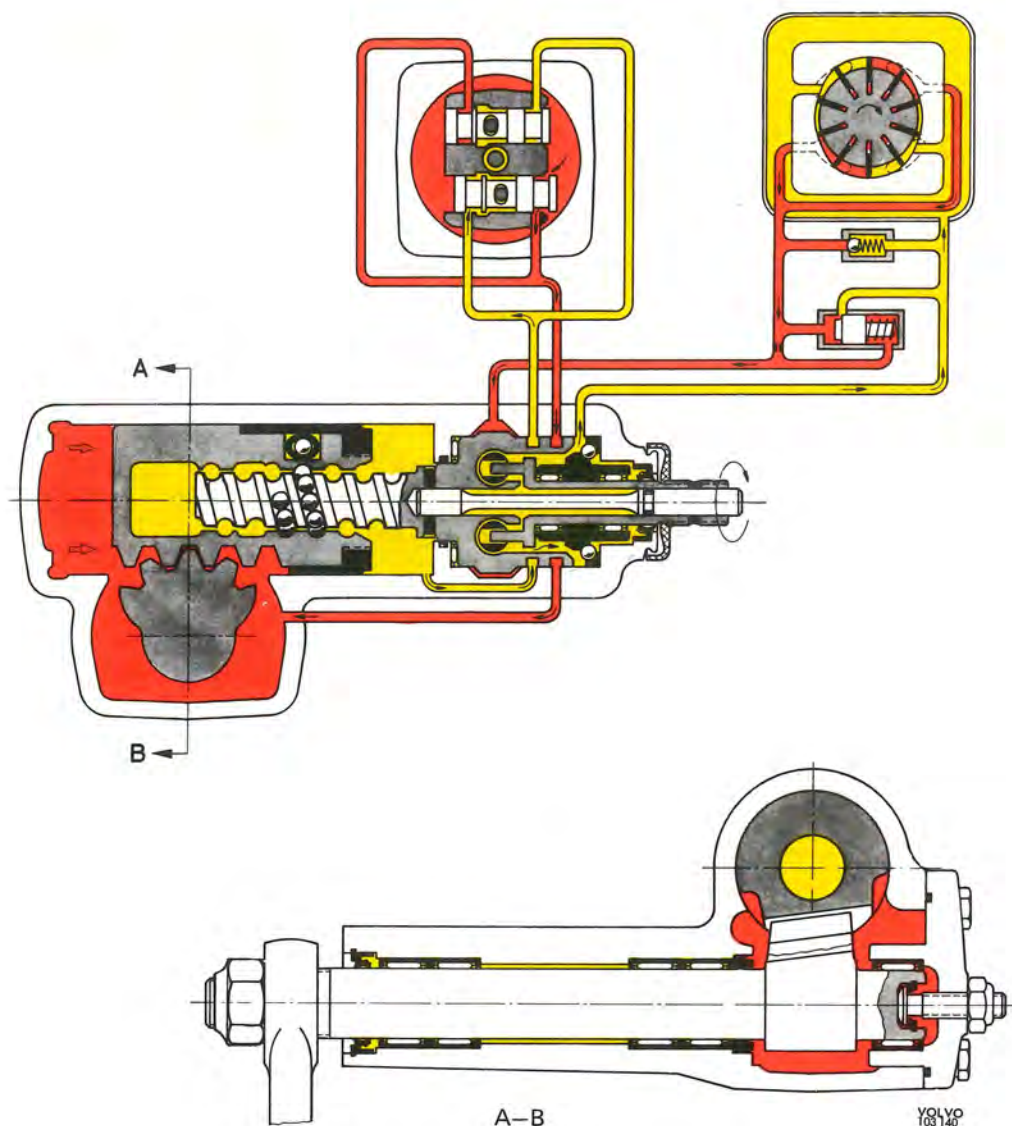

Bild 47. Funktionsprincip, högersväng
Styxaxeln (20) är lagrad i huset och sidolocket med nållager, jämför bild 47. Tätningen mellan ventilhuset och husets överdel samt vid mellanstycke — snäckskruv sker med O-ringar och plastringar.
Så snart framhjulen vridits i önskad vinkel och de på ratten verkande krafterna minskar återgår styrventilerna genom torsionsstavens inverkan till neutralläge. Vrids ratten åt höger (bild 47) skruvas kolven (2) åt höger på bilden. Styrventilen (10) förskjuts åt höger och låter tryckoljan passera till ventilhusets radialspar (18) och vidare till den vänstra delen av cylindern. Tryckoljan går även till returspåret (7) som dock är stängt varför oljetrycket på vänster sida om arbetskolven (2) stiger och underlättar vridningen av styraxeln. Oljan vid den högra delen av cylindern trycks av kolven via radialsparret (19) genom styrventilens (10) utloppsspar (6) tillbaka till oljebehållaren (13).